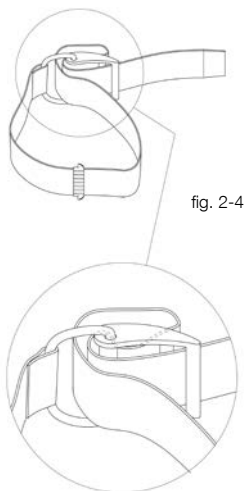

fig. 2-4
1. Gire a fivela até se encaixar na posição de aberta. Deslize a tira pela fivela de plástico, como ilustrado na figura (Fig. 2-4), molhe a tira da correia antes de fixá-la ao cilindro e depois ajuste o seu comprimento (Fig. 2-7).